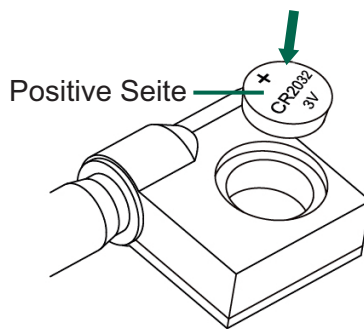

Abb. 2
- » Setzen Sie die CR2032-Batterie mit der positiven Seite nach außen ein (siehe Abb. 2).